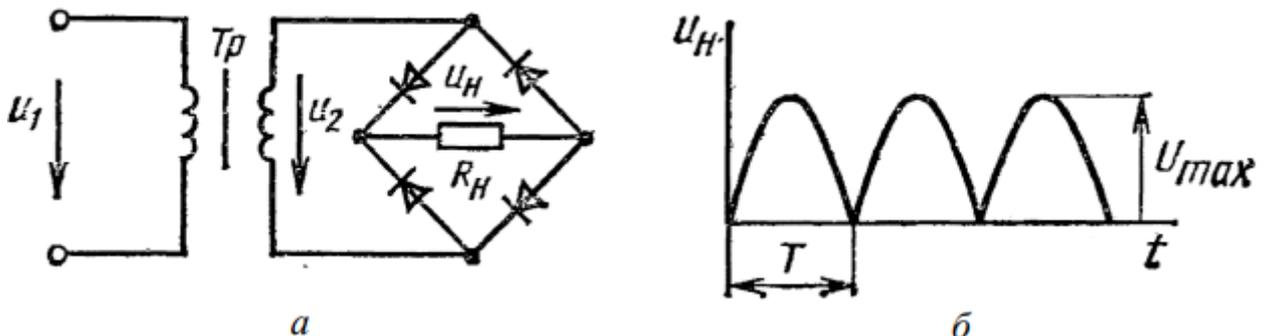

Рисунок 4 – Двухполупериодный выпрямитель
7. Определите среднее значение напряжения u_H на нагрузочном резисторе R_H и коэффициент пульсаций p для двухполупериодного выпрямителя (рис. 4, а). График мгновенных значений напряжения приведен на рис. 4, б, $U_{\max} = 100 \text{ В}$.